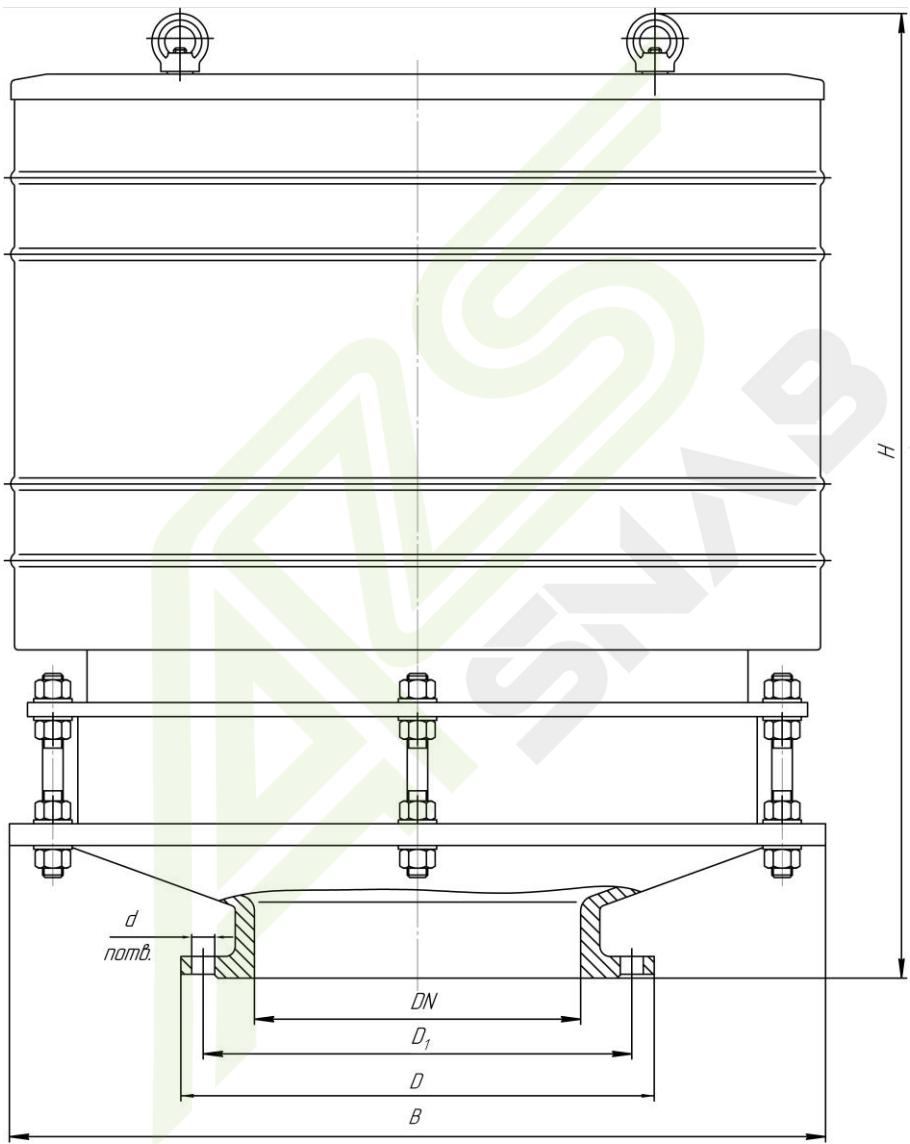

Рисунок 1 – Общий вид клапана НДКМ-К
2.1 Основные параметры и размеры клапанов НДКМ (рисунок 1) должны соответствовать следующим значениям, приведенным в таблице 1: